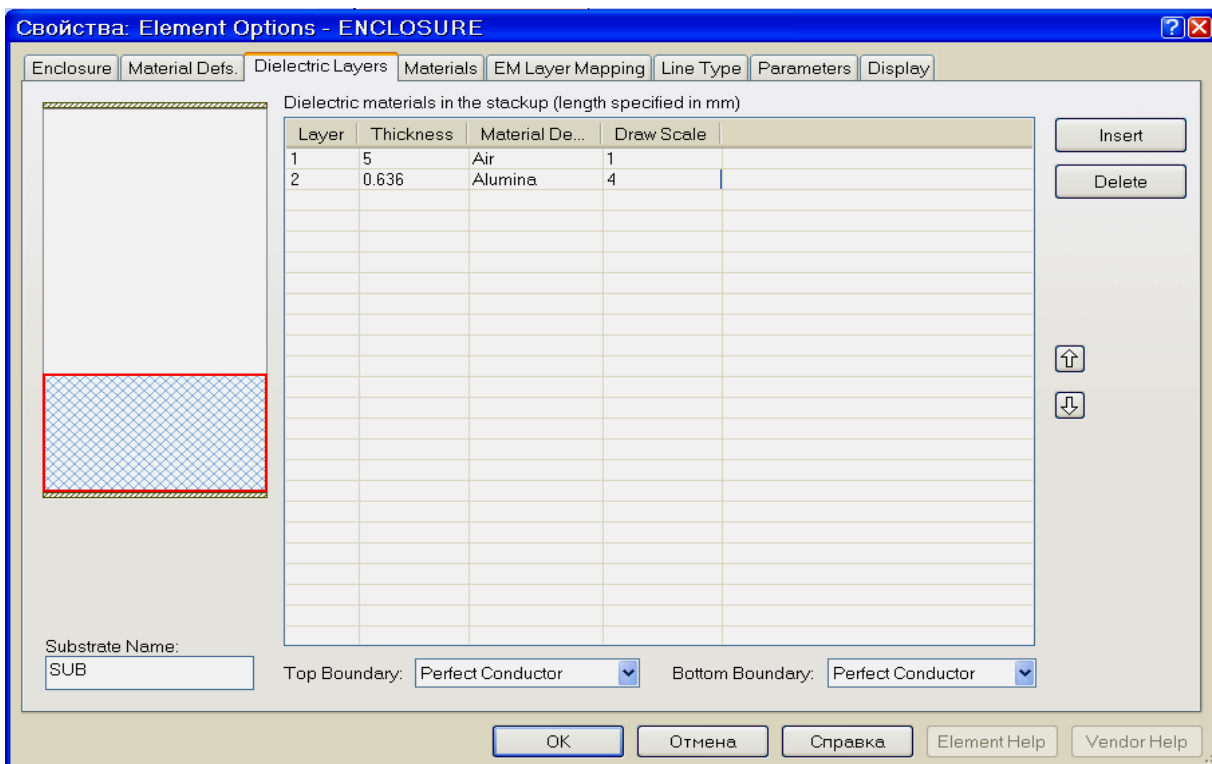

Рис. 6.14
9. На вкладке **Dielectric Layers** (Диэлектрические слои) для слоя **1** в колонке **Thickness** (Толщина) введите **5**, в колонке **Material Definition** введите **Air** (Воздух), щёлкнув левой кнопкой мышки по этому полю, в колонке **Draw Scale** (Масштаб черчения) введите **1**. Для слоя **2** в колонке **Thickness** введите **0.636**, в колонке **Material Definition** введите **Alumina**, щёлкнув левой кнопкой мышки по этому полю, в колонке **Draw Scale** (Масштаб черчения) введите **4**, чтобы удобнее было просматривать трёхмерное отображение электромагнитной структуры. Вкладка **Dielectric Layers** должна выглядеть, как показано на рис. 6.14.